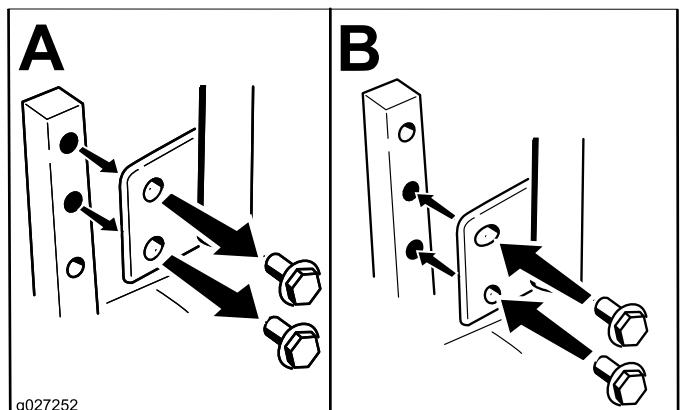

Figura 23
2. Desaperte o parafuso inferior o suficiente para rodar a alavanca de controlo para a frente ou para trás (Figura 23). Aperte ambos os parafusos para fixar o controlo na nova posição.
As alavancas de controlo de movimento podem ser ajustadas mais acima ou mais abaixo para máximo conforto do operador (Figura 23).